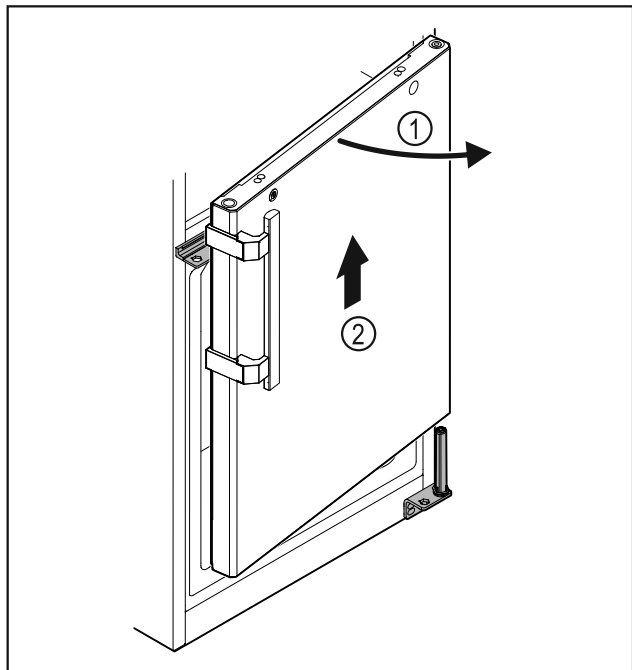

Fig. 34
- ▶ Отворете леко вратата Fig. 34 (1), повдигнете приблизително 200 mm право нагоре и я свалете Fig. 34 (2).